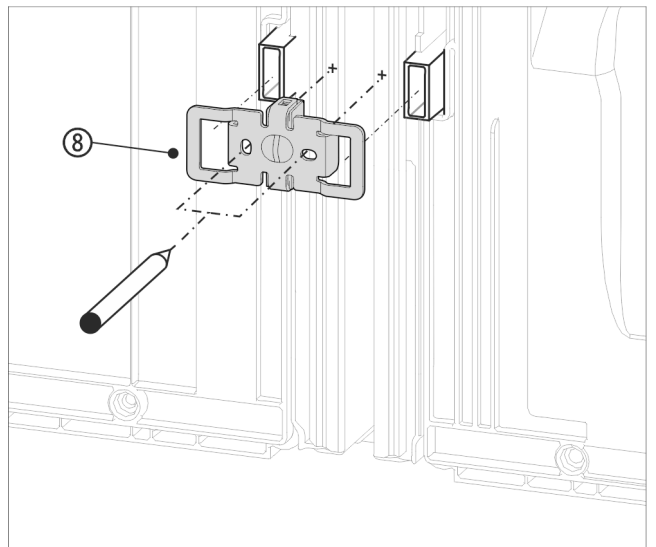

Fig. 17 Representación a modo de ejemplo
- ▶ Deslice la escuadra Fig. 17 (8) introduciendo las entalladuras en el alojamiento de los distanciadores de pared.